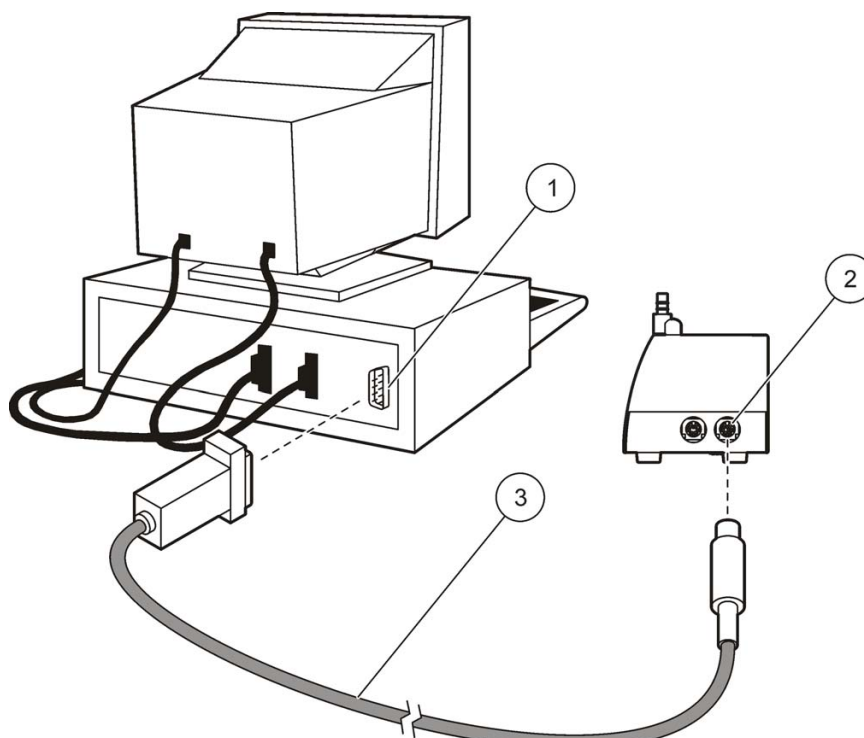

Abbildung 20 Anschluss des Partikelzählers an den PC
3. Schließen Sie den Partikelzähler an den PC an, siehe Abbildung 20.